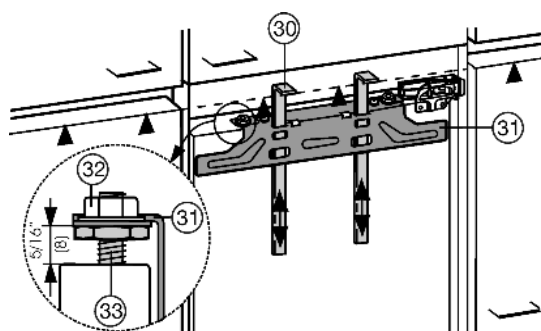

Fig. 22
- ▶ Dosunąć pomoce montażowe Fig. 22 (30) do wysokości drzwi meblowych. Dolna krawędź oporowa \blacktriangle pomocy montażowej = górna krawędź montowanych drzwi meblowych.
- ▶ Odkręcić poziomą listwę mocującą Fig. 22 (31), odkręcając nakrętki zabezpieczające Fig. 22 (32).